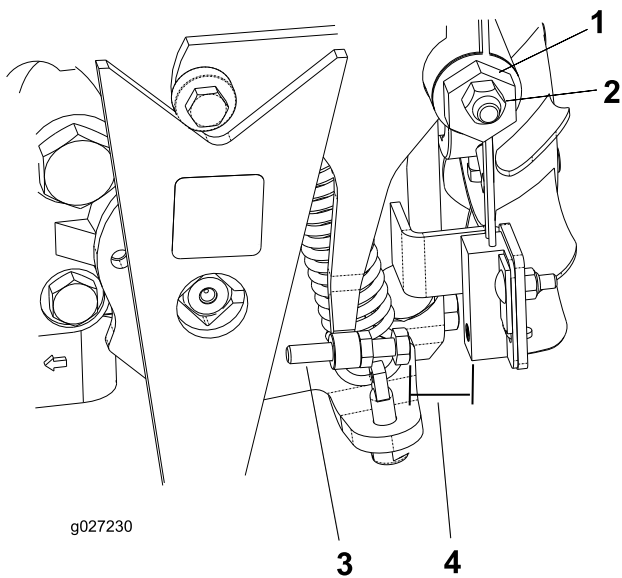

Figure 34
4. Desserrez le contre-écrou de la came de réglage de transmission (Figure 34).
5. Démarrer le moteur et tournez l'hexagone de la came (Figure 34) dans un sens puis dans l'autre pour déterminer la position centrale de la course de réglage du point mort.
3. Ajustez la vis jusqu'à obtention d'un écartement de 0,8 à 2,3 mm ; voir Figure 34.